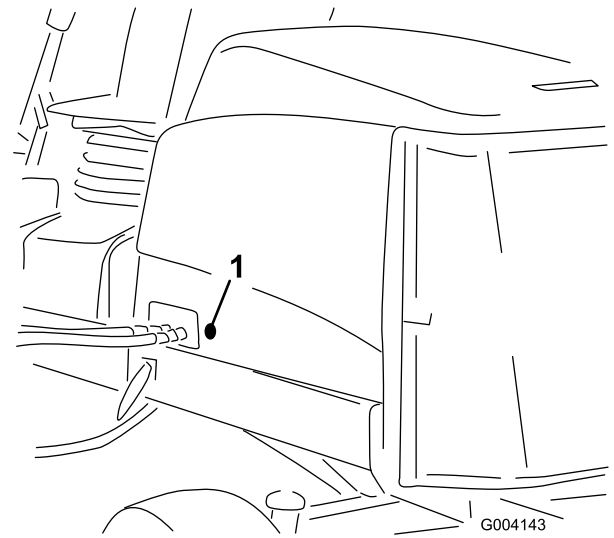

図 15
2. フードの左側についているゴム製のハトメを取り外す 図 15。